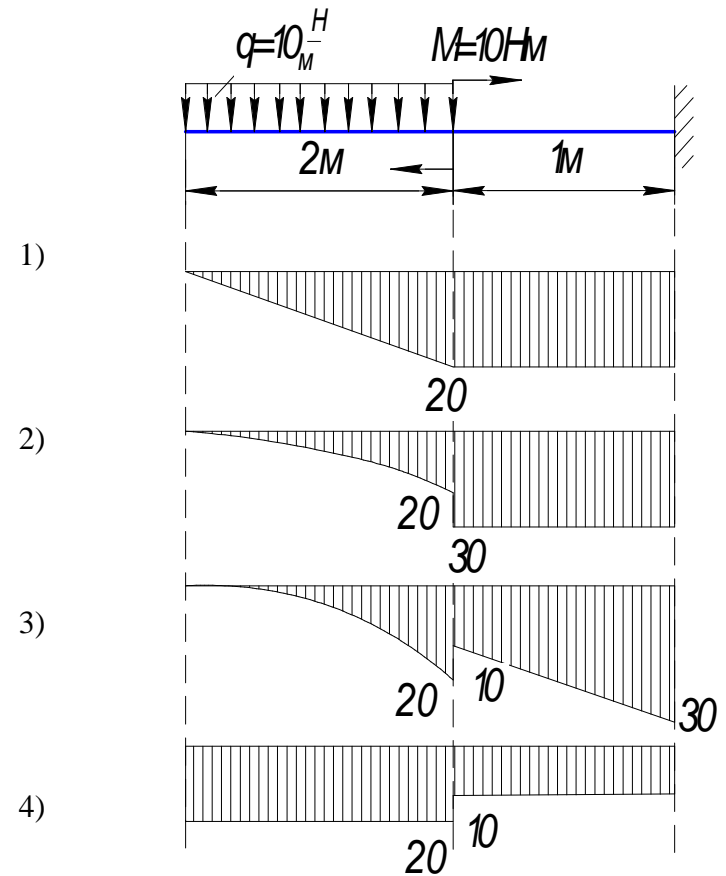

Рис.2.39
2.70. Эпюра внутренних изгибающих моментов рис. 2.39 изображена на схеме... [простой выбор]...